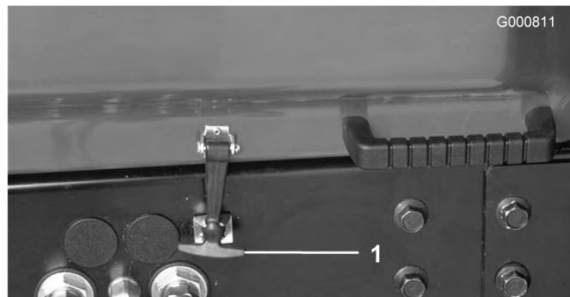

Bild 29
1. Stellen Sie die Maschine auf eine ebene Fläche. Lösen Sie den Haubenriegel (Bild 29) und heben Sie die Haube an.